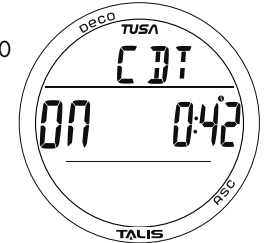

Abb. 95 - FREE-TAUCHGANG-ALT 1
**FREE-Tauchgang-ALT-1-Display (CDT)** Informationen beinhalten (Abb. 95) -